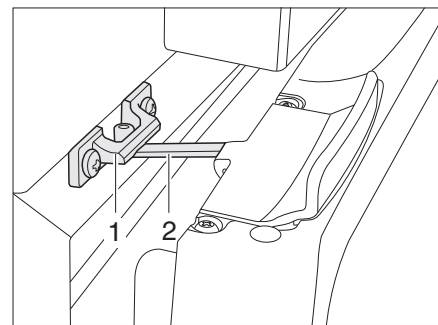

Bild 139 Kühlschranktür in Lüftungsstellung (Thetford)
- Verriegelung (Bild 139,2) aufklappen und in der Verriegelungsaufnahme (Bild 139,1) einrasten. Die Kühlschranktür bleibt damit leicht geöffnet.